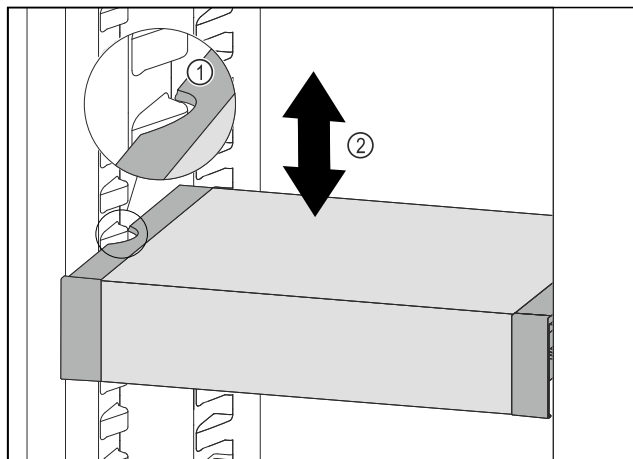

Fig. 73
- ▶ Изтеглете VarioSafe напред, докато страничните прорези на VarioSafe се намират на височината на ребро на съда в хладилната част. Fig. 73 (1)
- ▶ Преместете VarioSafe нагоре или надолу в хладилната част, докато се достигне желаната височина. Fig. 73 (2)